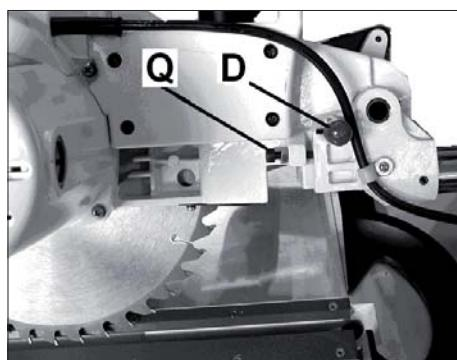

Рис. 2
- Аби розблокувати голову пилки, витягніть фіксатор (Д, Рис. 2) голови пилки. Голова пилки повільно піднімається додори.
- Закрутіть блокувальну рукоятку (Р, Рис. 2), за допомогою ручки повільно опустіть голову пилки.
- Послабте блокувальну рукоятку (Л, Рис. 2).
- Відсуньте кожух пиллярного диску (Р, Рис.2), за допомогою ручки повільно опустіть голову пилки.